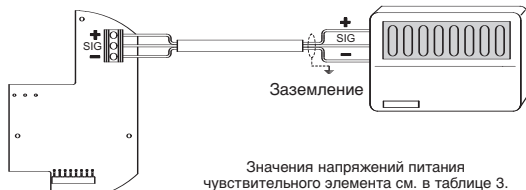

Рис. 9. Электрические соединения детектора Xgard, тип 3
2. Проверить правильность выполнения электрических соединений согласно рис. 9.